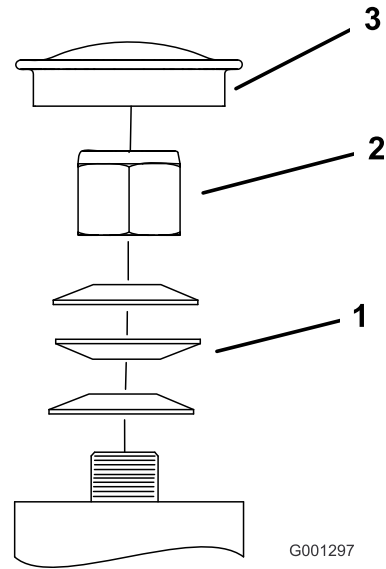

Figura 68
3. Retire el tapón guardapolvo de la rueda giratoria y apriete la contratuerca (Figura 68).
4. Apriete la contratuerca hasta que las arandelas de muelle estén planas, luego afloje la contratuerca $\frac{1}{4}$ de vuelta para establecer la pre-carga correcta de los cojinetes (Figura 68).
Importante: Asegúrese de que las arandelas de muelle están correctamente instaladas, según se muestra en la Figura 68.
5. Coloque el tapón guardapolvo (Figura 68).